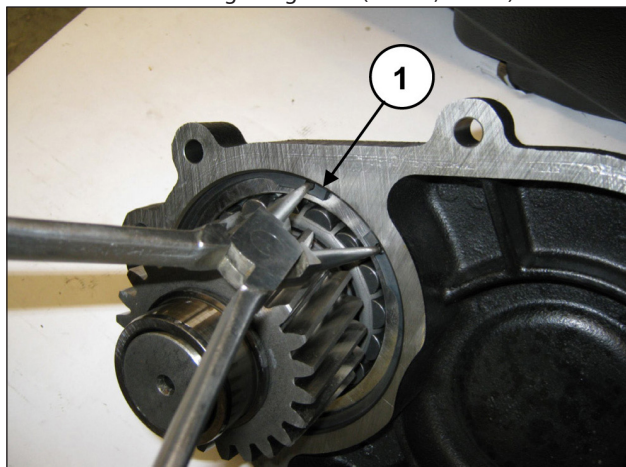

Abb. 7
Entfernen Sie den Seegerring Ø120 (Pos. ①, Abb. 7).